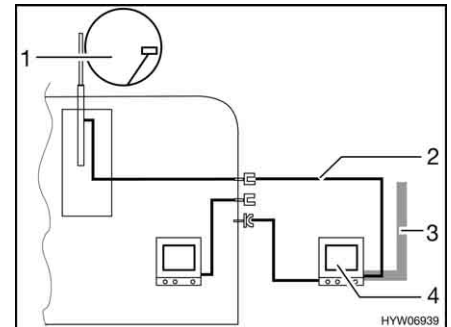

Fig. 134 TV nella tenda veranda
- TV nella tenda veranda (Fig. 134,4): Collegamento all'antenna del tetto (Fig. 134,1) con cavo di collegamento (Fig. 134,2)
- TV nella tenda veranda (Fig. 134,4): Collegamento a antenna esterna (Fig. 134,3)